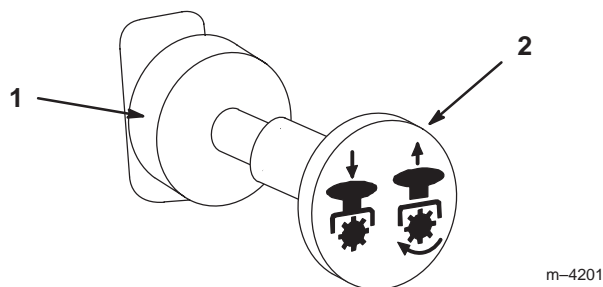

Figure 17
3. Tirez sur la commande de prise de force (PdF) pour l'embrayer (Fig. 17).
1. Repoussez la commande de PdF pour la débrayer (Fig. 17).